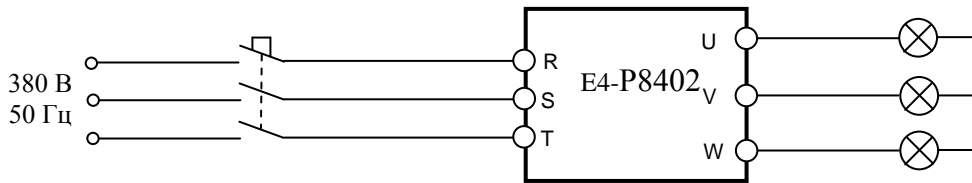

Рис. 4.14. Подключение ПЧ к сети 3ф 380В
4.11.1. Подключить три лампы (п.3.4.5.) к выходным клеммам U, V, W преобразователя частоты. Подать питание ~380 В 3Ф (рис. 4.14).